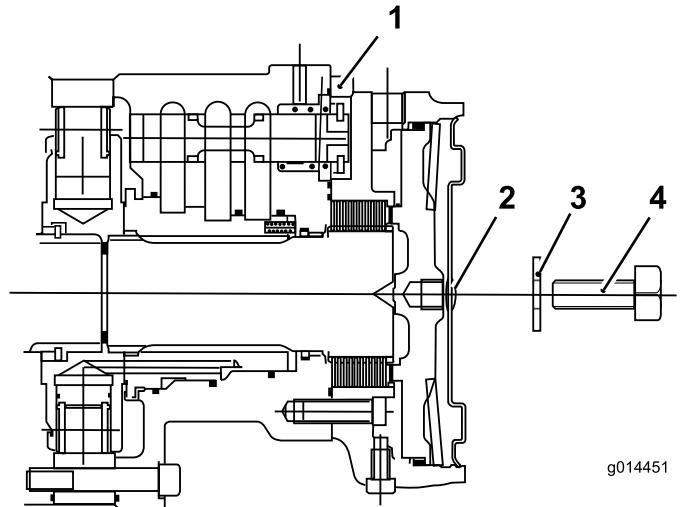

**Bild 47**
3. Drehen Sie das Sicherheitsventil an die Getriebepumpe (**Bild 47**) nach rechts, um es zu schließen.